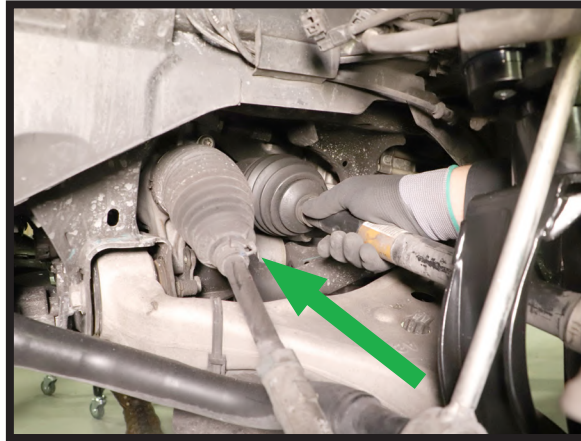

FIGURE 19
3. REINSTALL THE AXLE BACK INTO THE GEARBOX. (FIGURE 19)